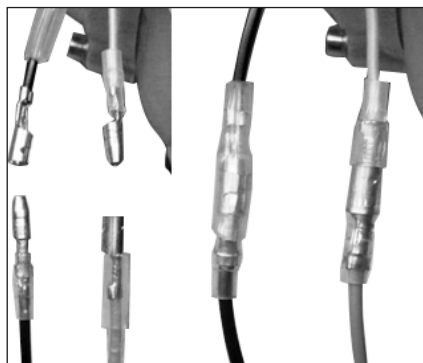

Рис. 7 Соединение проводов
10. Подключите выключатель зажигания к двигателю. Соедините клеммы «мама» и «папа» проводов от выключателя с клеммами «папа» и «мама» проводов от двигателя, после чего закройте клеммные соединения штатными кембриками (Рис. 7).